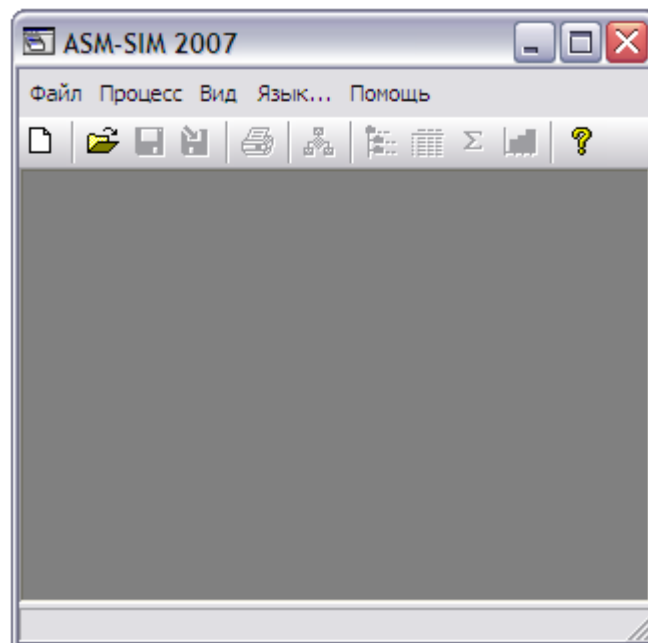

Рис. 7.4. Главное окна
1. **Главное окно** (рис. 7.4) представляет собой рабочее пространство для других окон, осуществляет взаимодействия между ними, также предоставляет доступ к основным функциям приложения.